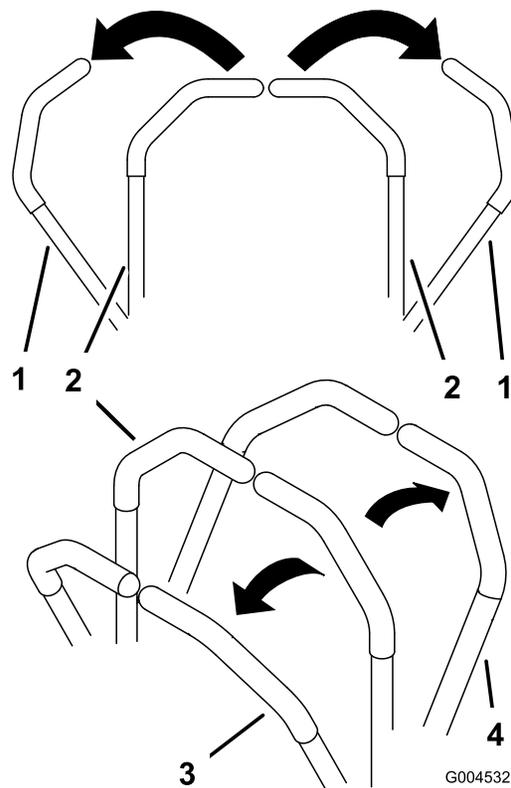

Bild 16
2. Schieben Sie für das Vorwärtsfahren die Fahrtriebsschalter langsam vorwärts (Bild 16).
Wenden Sie zum Geradeausfahren auf beide Fahrtriebshebel denselben Druck an (Bild 16).
Verringern Sie zum Wenden den Druck auf den Fahrtriebshebel an der Seite, in deren Richtung Sie wenden möchten (Bild 16).